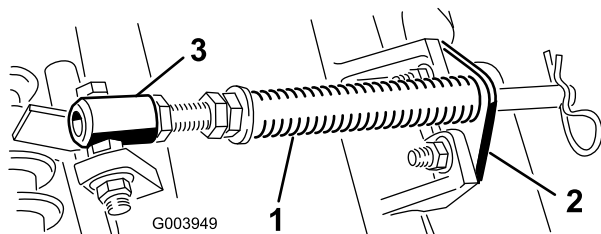

Figura 10
- A. Togliete i due bulloni a testa tonda e i dadi che fissano la staffa dell'asta alle alette degli elementi di taglio (Figura 10).
- B. Rimuovete il dado flangiato che fissa il bullone del tubo della molla all'aletta del telaio portante (Figura 10)